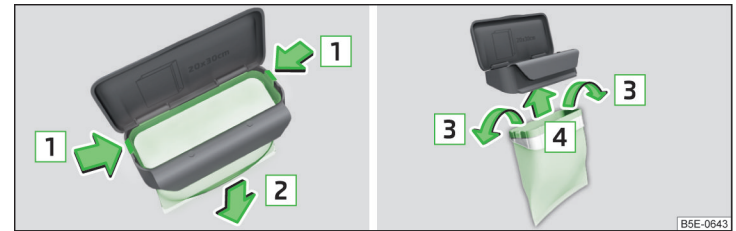

Abb. 102 **Beutel ersetzen**
- › Die beiden Rastnasen am Rahmen in Pfeilrichtung **1** abdrücken » Abb. 102.